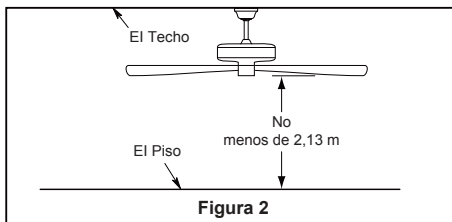

Figura 2
Uso de perfil profundo (Figura 2)
- ☐ 2. Retire el clip de horquilla y pasador de horquilla de la parte inferior de la bola para colgar. Retener el pasador y clip para la reinstalación en el paso 5. (Figura 2)
Debe colgar el ventilador a una distancia mínima de 2,13 m desde las aspas hasta el piso. (Figura 2)
Para evitar una posible descarga eléctrica, asegúrese de cortar la alimentación eléctrica de la caja de fusibles principal antes de alambrado el ventilador. (Figura 2)
2. Coloque y ajuste firmemente la cubierta para el tornillo de la base sobre los tornillos de reborde de la abrazadera para colgar mediante el mecanismo de seguro por giro del chavetero. (Figura 2)
- ☐ 2. Instale la ensamble de la placa de iluminación en el soporte utilizando las dos ranuras principales de conexión. Vuelva a colocar el tercer tornillo y asegure los tres tronillos. (Figura 2)
- ☐ 2. Restaure la fuente de alimentación de la toma de corriente enciendo la electricidad del fusible principal. (Figura 2)